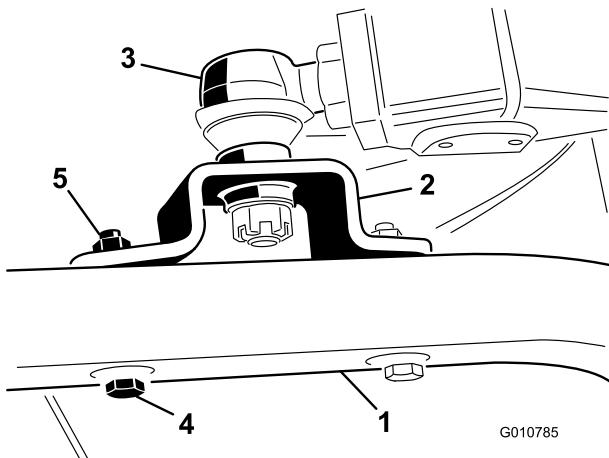

Figura 6
- Serrate il controdado grande che fissa il giunto sferico al braccio di sollevamento (Figura 6).